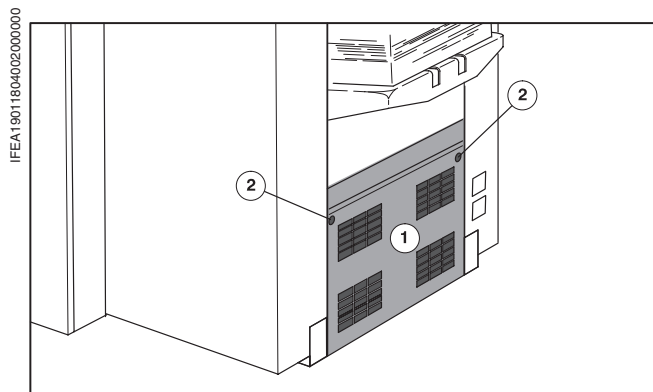
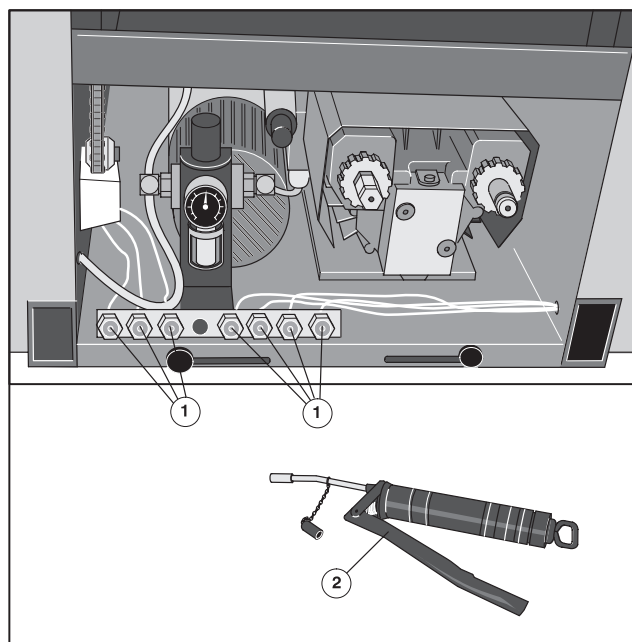

Рис. 10 Защитный кожух под самонакладом
Рис. 11 Расположение смазочных ниппелей
Под самонакладом находятся 7 синих смазочных ниппелей (Рис. 11/①):
- ① Запустить машину на минимальной скорости.
- ② Освободить винты (Рис. 10/②), повернув их на пол-оборота против часовой стрелки.
- ③ Снять защитное ограждение (Рис. 10/①).
- ④ **Ежемесячно** смазывать все смазочные ниппели (Рис. 11/②) с помощью поставляемого смазочного шприца (Рис. 11/②); для смазки использовать на каждый смазочный ниппель около 1/4 хода смазочного шприца (Рис. 11/②). - **Смазочное средство:** густая смазка Molykote G 67.